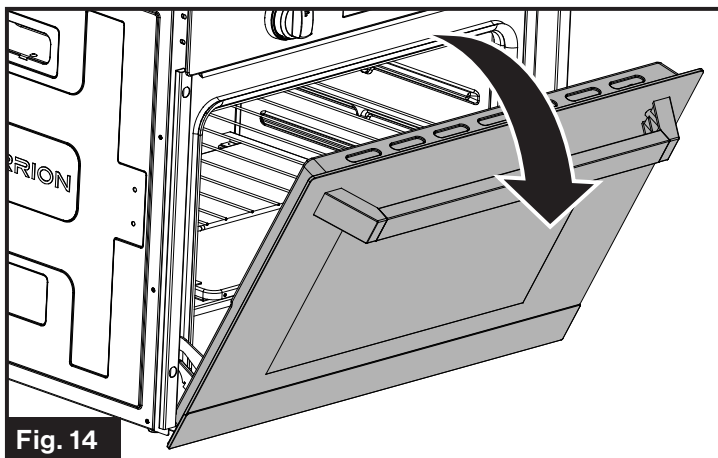

Fig. 14
2. Abra la puerta completamente. (Fig. 14)